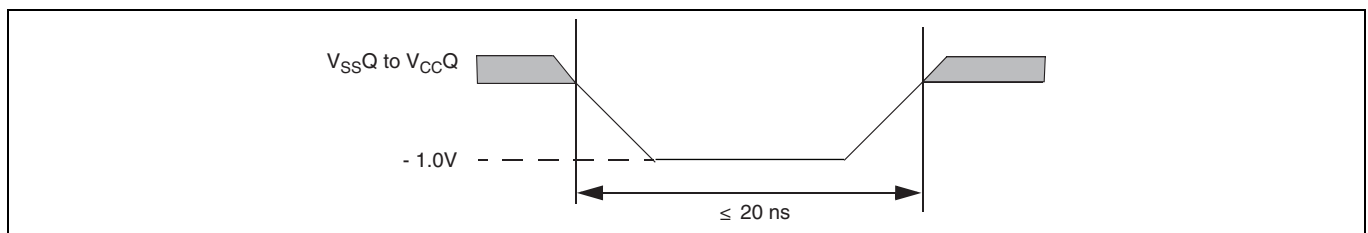
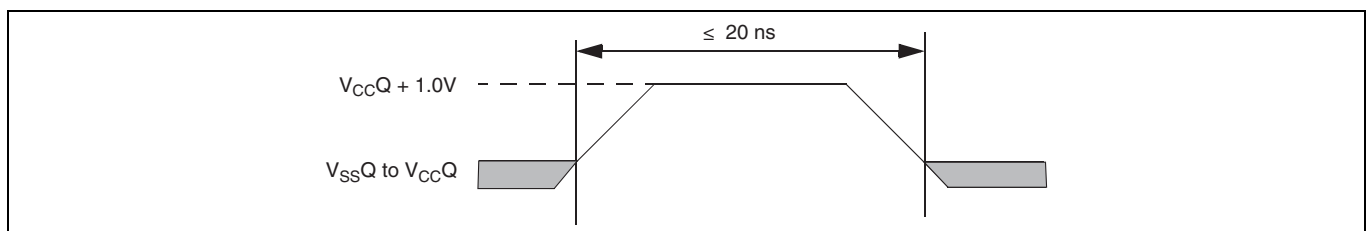

Figure 19 最大負のオーバーシュート波形
Figure 20 最大正のオーバーシュート波形
43. 入力またはI/O信号の最小DC電圧は-1.0Vです。電圧変動時、入力またはI/O信号は最大20nsの間V_{SS}から-1.0Vまでアンダーシュートする可能性があります。Figure 19を参照してください。入力またはI/O信号の最大DC電圧はV_{CC}+1.0Vです。電圧変動時、入力またはI/O信号は最大20nsの間V_{CC}+1.0Vまでオーバーシュートする可能性があります。Figure 20を参照してください。